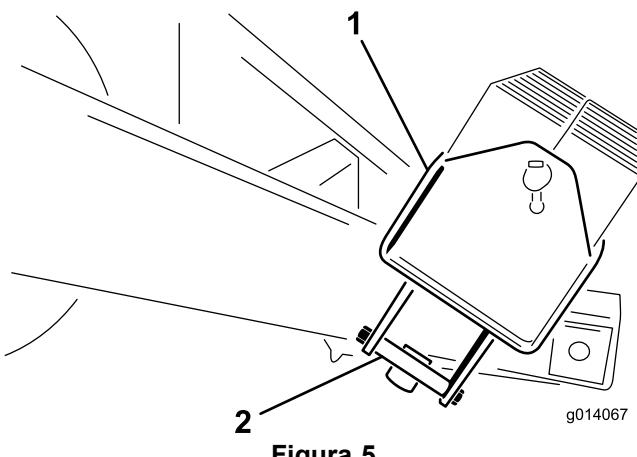

Figura 5
2. Rimuovete i bulloni da 1/2 x 5-1/2 poll. dalla staffa di montaggio che regge la scatola della zavorra. Eliminate le staffe di montaggio (Figura 5).